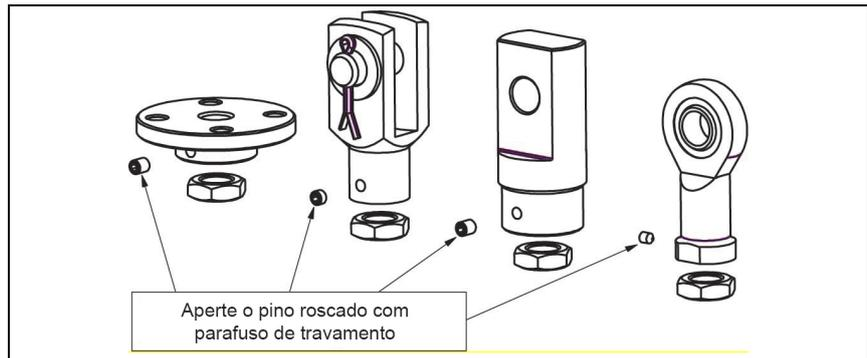

Fig. 9: Depois de definir a posição, fixar peças como flange de fixação, extremidade bifurcada, extremidade do rolamento pivô, fim da haste.
3. Monte os parafusos para os tamanhos 50, 100 e 150 das séries ZE e Z nos furos alongados com arruelas (por exemplo, de acordo com DIN 1441). Monte a cabeça do fuso (ver Fig. 9), fixe o parafuso de travamento (por exemplo, Loctite) e monte a contraporca (até o tamanho 100).